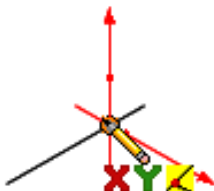

图 6-1 控标显示
**03** 选择草图绘制工具。单击“草图”工具栏中需要绘制的草图工具,本例单击“直线”图标按钮,开始绘制三维空间直线,注意此时在绘图区域中出现了空间控标,如图 6-1 所示。